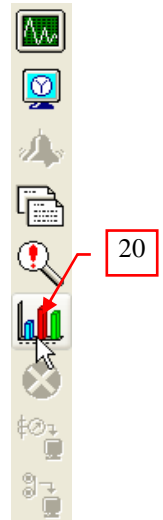

図 13
20. 発電機 1 のパフォーマンスを見るために“過渡安定度”ツールバーの“過渡安定度プロット”ボタンをクリックします。 図 13 参照